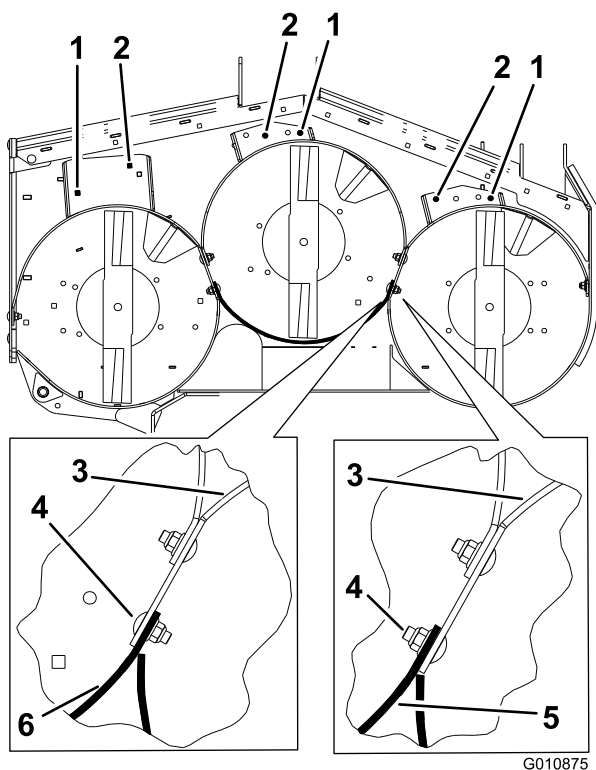
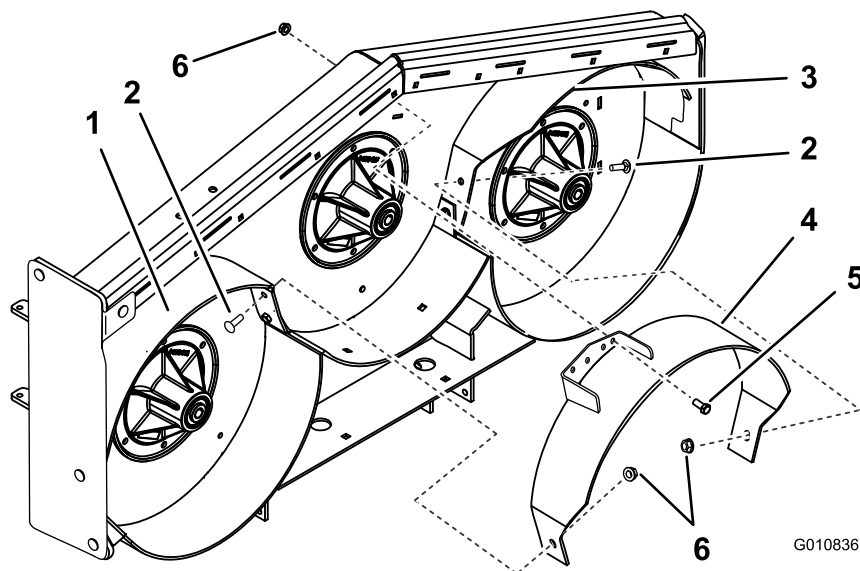

Figura 10
Figura 11
3. Sujete provisionalmente el deflector derecho a la parte superior de la carcasa de corte con 1 perno de cuello cuadrado (3/8 x 1 pulgada) y una tuerca con arandela prensada (arandela grande), (3/8 pulgada) (Figura 9). Consulte en Figura 10 los taladros correctos a utilizar y la posición de los deflectores.
6. Sujete provisionalmente el deflector izquierdo a la parte superior de la carcasa de corte con 1 perno (3/8 x 1 pulgada) y una tuerca con arandela prensada (arandela pequeña) (3/8 pulgada) (Figura 9). Consulte en Figura 10 los taladros correctos a utilizar y la posición de los deflectores.
10. Sujete provisionalmente el deflector central al deflector izquierdo con un perno de cuello cuadrado (3/8 x 1 pulgada) y una tuerca con arandela prensada (arandela pequeña), (3/8 pulgada) (Figura 11). Consulte en Figura 10 los taladros correctos a utilizar y la posición de los deflectores.
11. Sujete provisionalmente el deflector central al deflector derecho con un perno de cuello cuadrado (3/8 x 1 pulgada) y una tuerca con arandela prensada (arandela pequeña), (3/8 pulgada) (Figura 11).
12. Sujete provisionalmente el deflector central a la parte superior de la carcasa de corte con un perno (3/8 x 1 pulgada) y una tuerca con arandela prensada (arandela pequeña) (3/8 pulgada) (Figura 11).